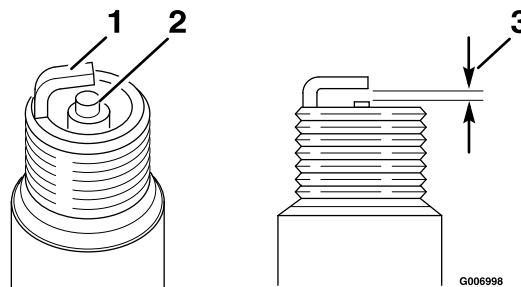

Figure 22
5. Réglez l'écartement des électrodes entre 0,6 et 0,7 mm (0,024 et 0,028 po); voir Figure 22.